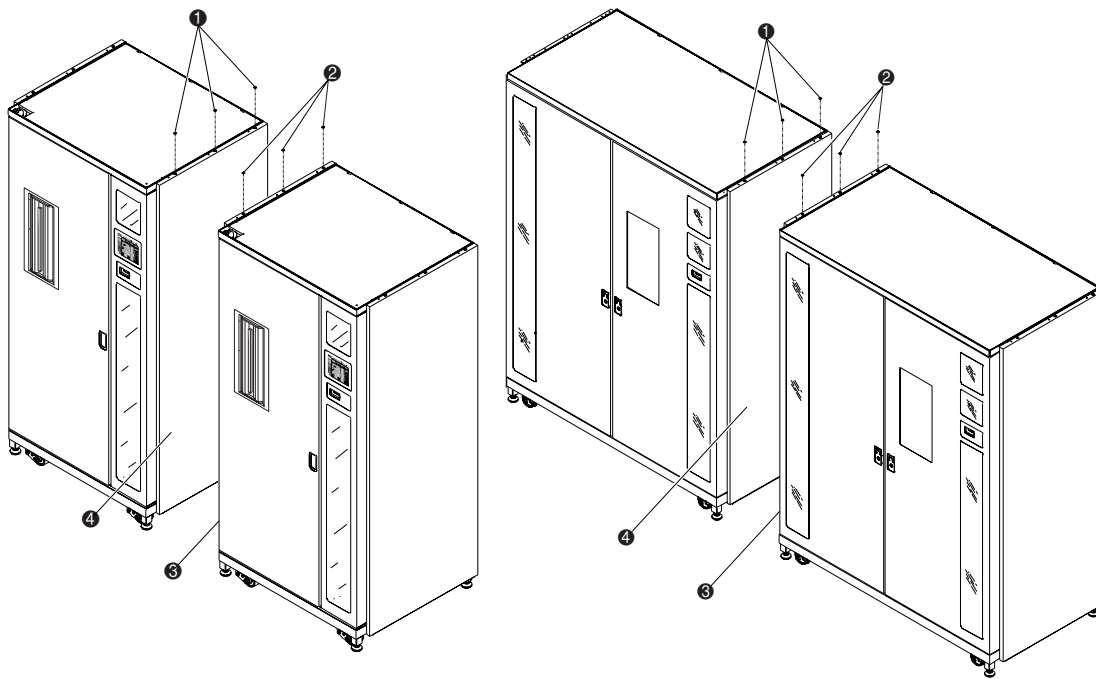

Figure 2-1. Démontage du panneau latéral
3. Démontez le panneau gauche ❸ de la librairie de droite et le panneau droit ❹ de la librairie de gauche (voir la Figure 2-1).
- a. Retirez les trois vis du haut du panneau ❶ ou ❷.